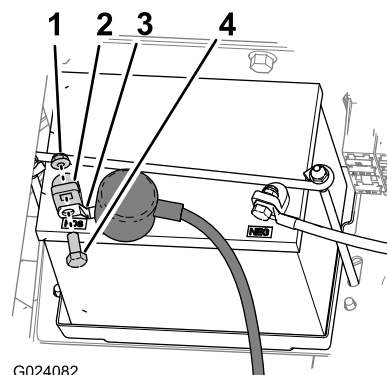

図 2
5. バッテリーのプラスケーブルのカバーを外し、プラスケーブルをバッテリーのプラス端子に固定しているボルトとナットを外す 図 2。